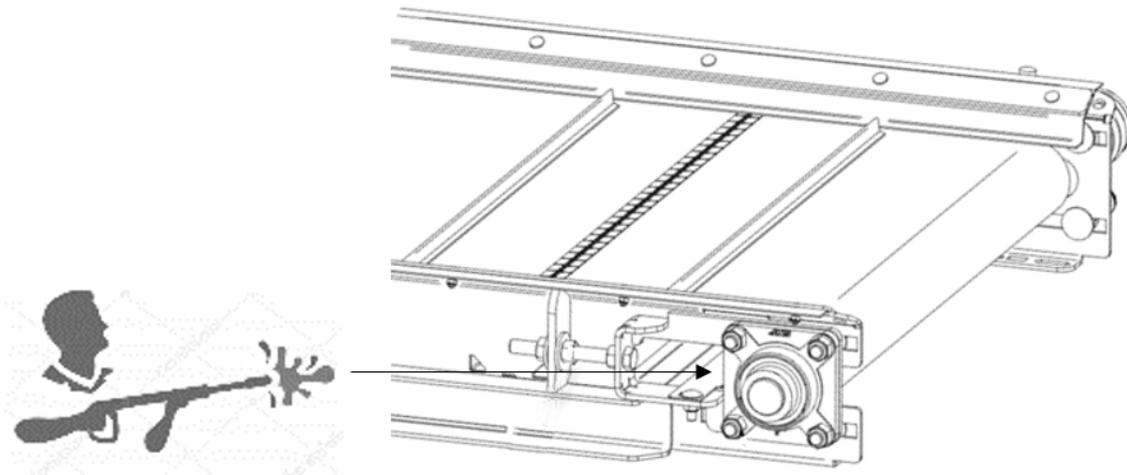

Figure 64 — Ouvertures prévues pour le nettoyage du convoyeur
2. En passant par les ouvertures prévues à cet effet (voir la Figure 64), envoyez un jet d'eau directement sur les poulies du convoyeur. Le surplus d'eau et les saletés devraient sortir de l'autre côté du convoyeur.